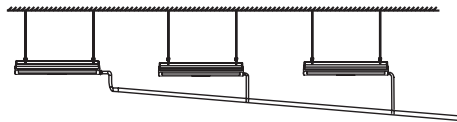

Рис. 7.2
- Если выход дренажной трубы конденсата расположен выше, чем соединение трубы для забора конденсата, труба дренажа должна быть как можно ближе к вертикали. Изогните соединительные фитинги выхода конденсата так, чтобы высота трубы дренажа находилась в пределах 1000 мм от нижней части дренажного поддона. См. рисунок 7.2.